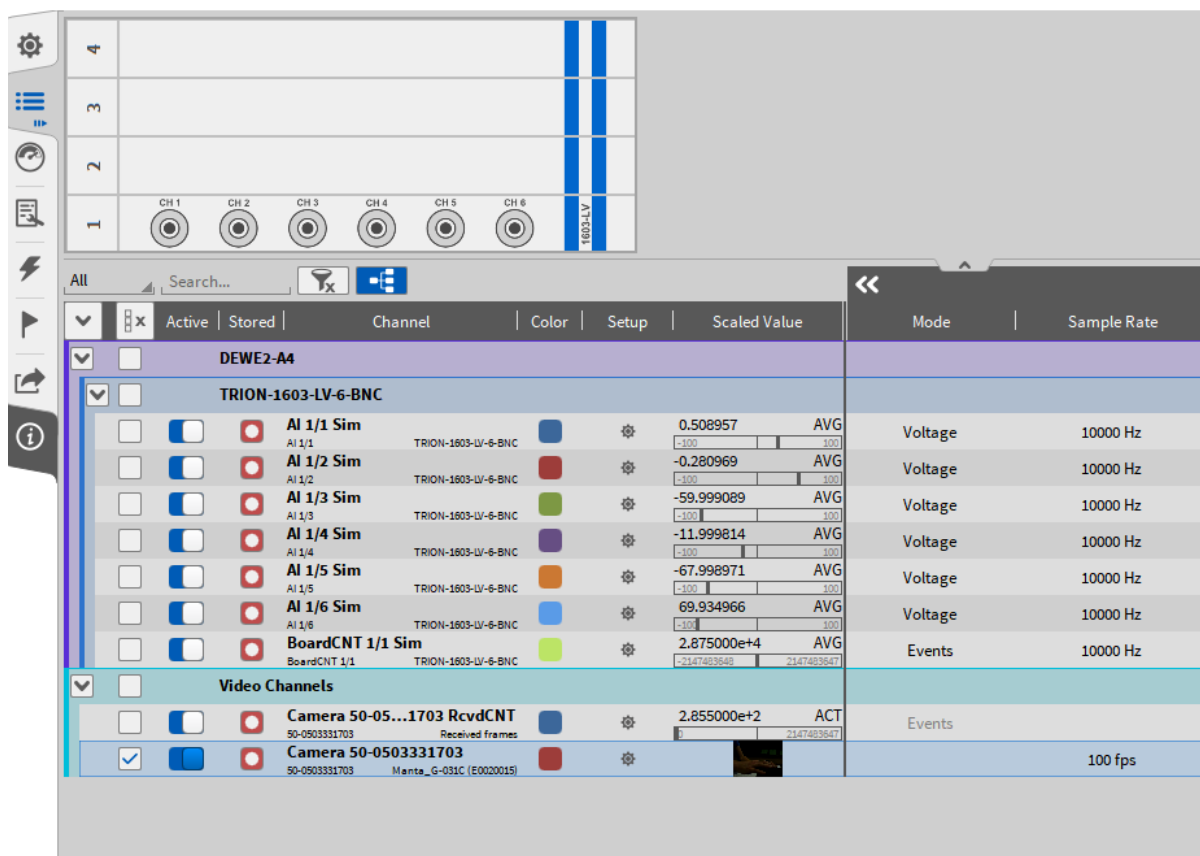

Abb. 8.130: Bild-Counterkanal
**Bemerkung:** Für jede angeschlossene Kamera existiert ein Counterkanal, welcher die Anzahl der empfangenen Bilder seit Aufzeichnungszeit zählt. Der Kanal hat denselben Namen wie die dazugehörige Kamera mit dem Appendix *RcvdCNT*. Um den Counter zu aktivieren, muss der Kanal aktiviert werden, welcher nicht automatisch aktiviert ist. Der Kanal kann im Videokanalabschnitt in der Kanalliste gefunden werden (siehe Abb. 8.130).